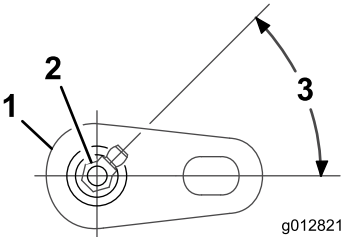

Figure 12
**Remarque:** Positionnez le graisseur comme montré à la Figure 12.